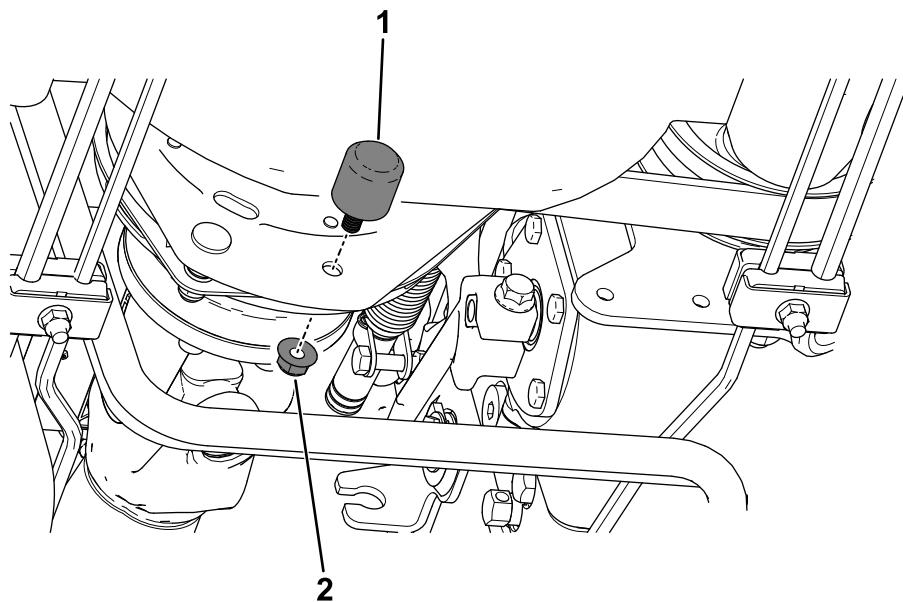

Figura 2
1. Utilize uma porca para prender o para-choques à embraiagem (Figura 2).